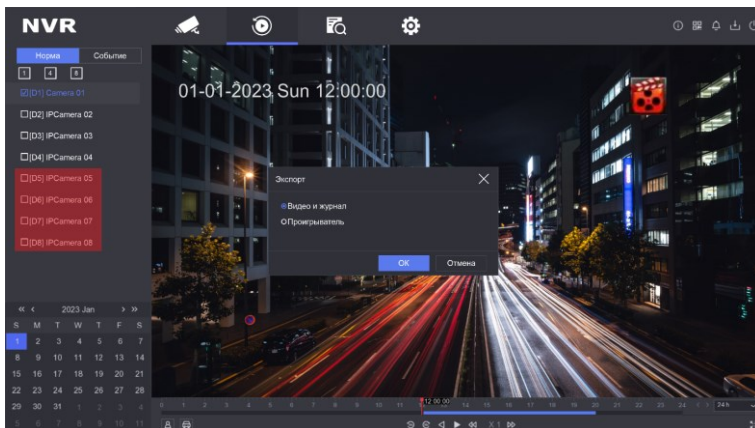

Рисунок 24 – Меню [Экспорт]
7.15.9 В открывшемся меню [Экспорт] выберите вариант [Видео и журнал] и нажмите кнопку [ОК]. Далее на экране отобразится меню параметров пути экспорт (рисунок 24).